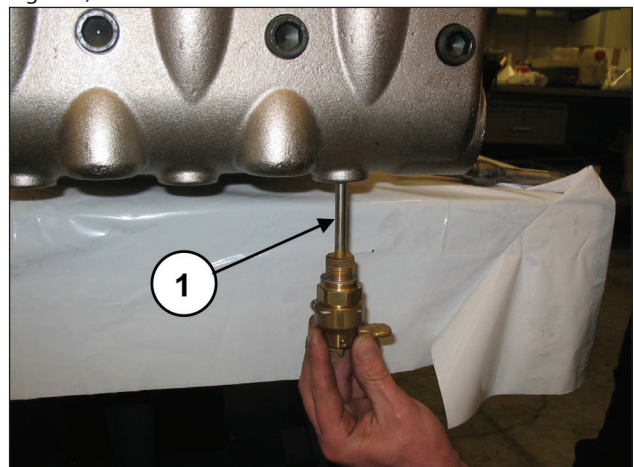
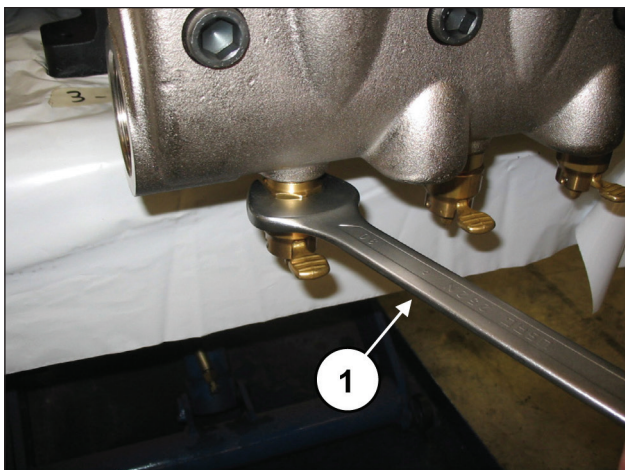

Fig. 119
Fig. 120
Aplique os dispositivos de abertura das válvulas (pos. ①, Fig. 119) e aperte-os mediante chave de 30 mm (pos. ①, Fig. 120).